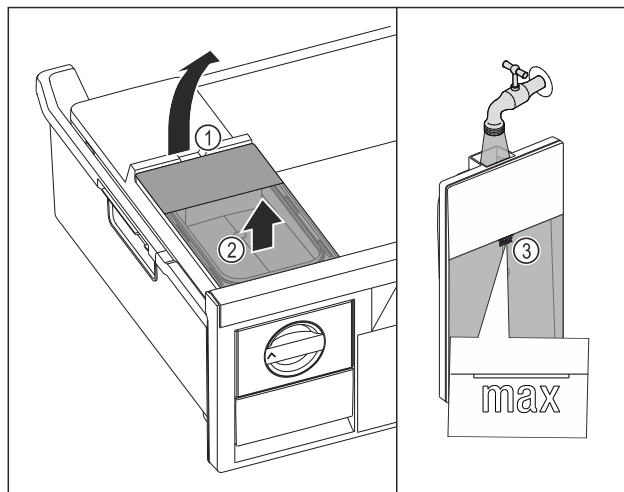

Fig. 69
- ▶ Sollevare il serbatoio dell'acqua dalla cavità Fig. 69 (1).
- ▶ Rimuovere il serbatoio dell'acqua estraendolo verso l'alto. Fig. 69 (2)
- ▶ Riempire il serbatoio dell'acqua con acqua potabile fino al contrassegno Fig. 69 (3).